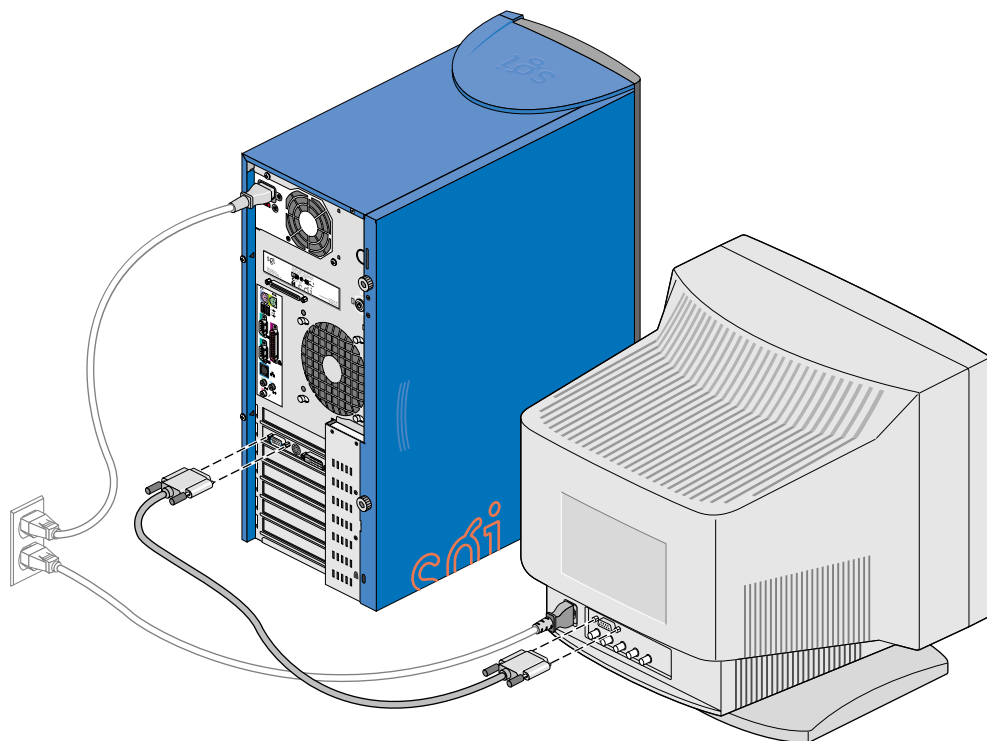

图 1-8 连接 DB15 HD 视频电缆
4. 如图 1-8 所示，将 DB15 HD 视频电缆连接到系统上。
5. 如图 1-8 所示，将显示器连接到电源上。